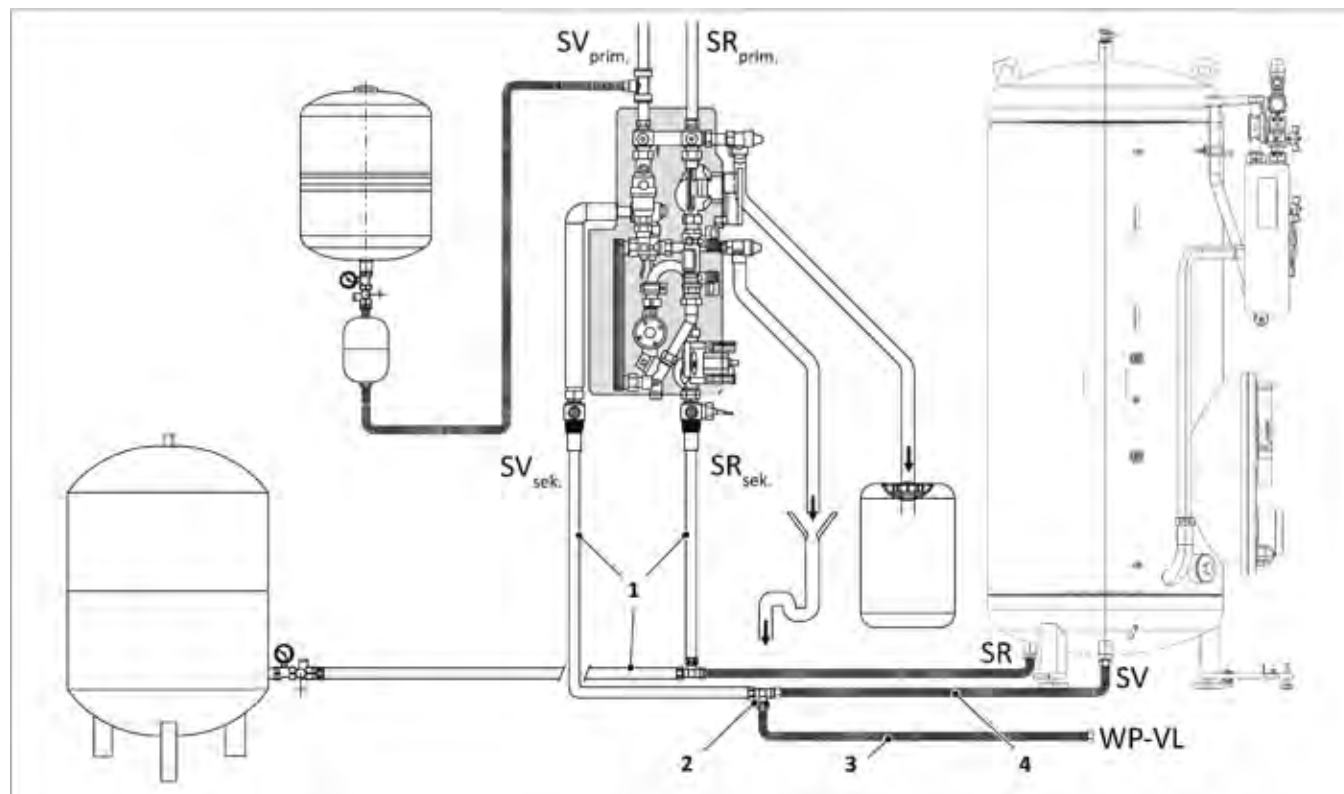
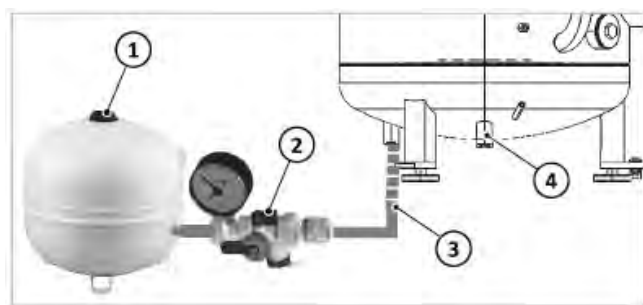

Fig. 5: Posizione della valvola di commutazione a 3 vie (attacchi a destra)
Fig. 6: Collegamento mandata acqua calda senza impianto solare
Se non è installato alcun sistema solare termico, collegare all'attacco 4 → fig. 6 il tubo ondulado con tubo di compensazione solare e dirigerlo di conseguenza.
1. La mandata d'acqua calda alla valvola di commutazione a 3 vie (vedi "WW-VL" nella → fig. 4, pag. 9) con lo stratificatore solare predisposto di Ben (vedi (4) nella → fig. 6 oppure fig. 5, pag. 10).